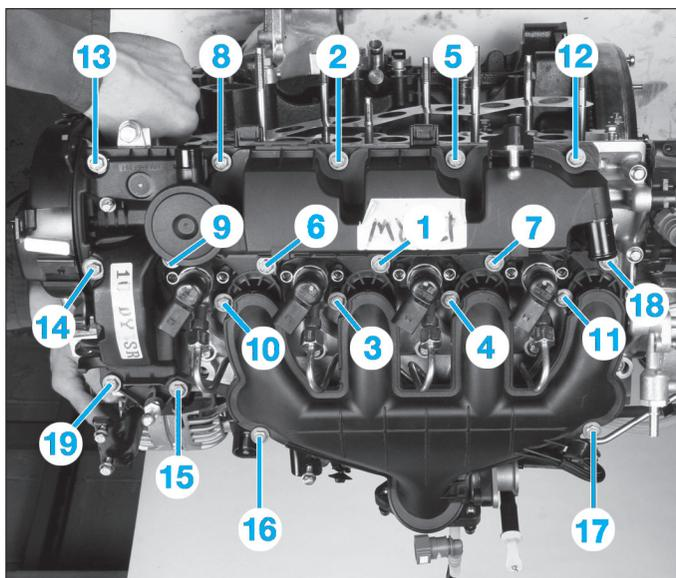

Fig. 31
- Déposer les 19 vis de l'ensemble répartiteur d'admission d'air/couvre-culasse (Fig.31).
- Serrer l'ensemble répartiteur d'admission d'air/couvre-culasse (Fig.31) dans l'ordre et au couple de serrage prescrit.
- Serrer la bride (8) au couple prescrit en équilibrant le serrage de chaque côté de manière à garder la bride droite.